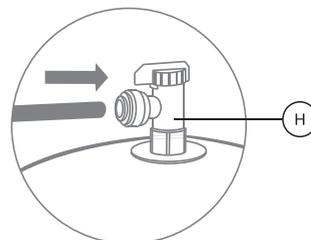

Рис. 24
5. Подключите синюю пластиковую трубку, идущую от фитинга-тройника угольного пост-фильтра к вентилю (Н) накопительного бака: вставьте пластиковую трубку в фитинг до упора (рис. 24), для герметизации соединения приложите дополнительное усилие, при этом трубка утопится еще примерно на 3 мм и будет плотно обжата резиновым кольцом фитинга.